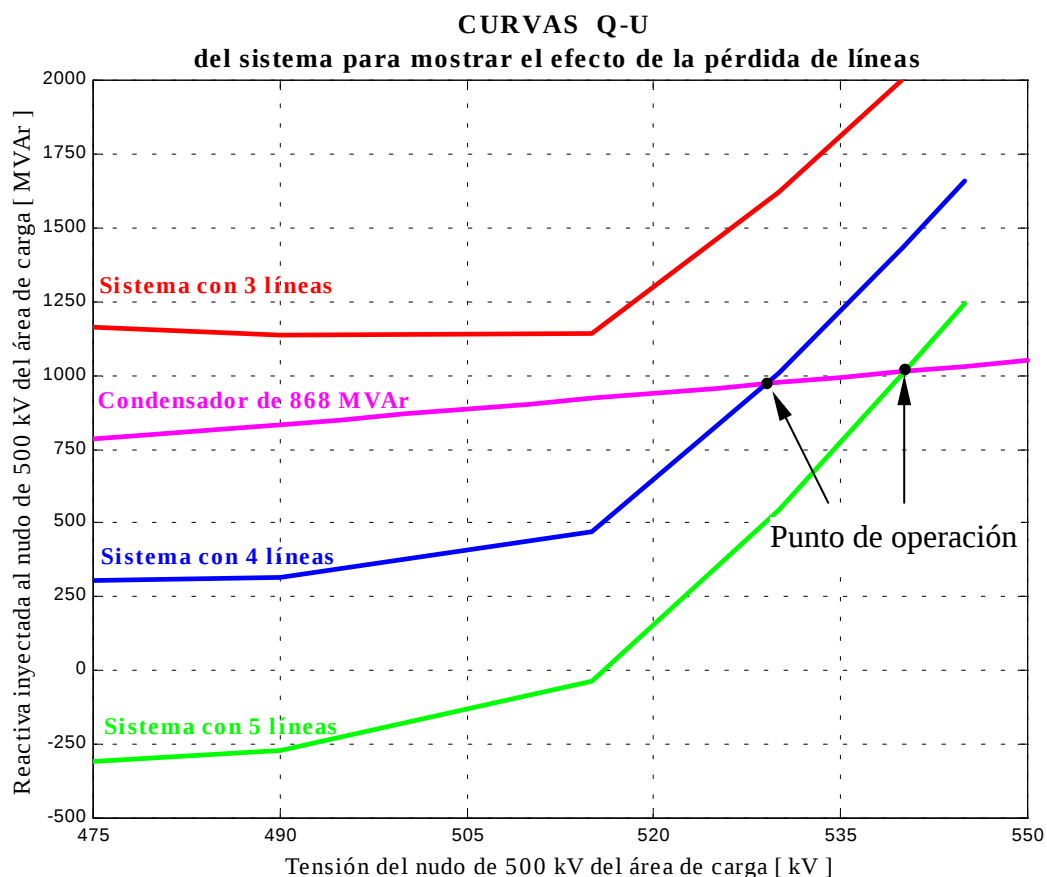

Fig. 7.- Curvas Q-U del sistema que muestran el efecto de la pérdida de líneas.
En la Fig. 7 se muestra gráficamente los resultados obtenidos en el capítulo 4 para el análisis del caso E, donde se muestra el efecto de la pérdida de líneas, observándose que el sistema sólo es estable cuando trabaja con 5 o con 4 líneas.
- La pérdida de líneas es una variable importante en el mantenimiento de la estabilidad de tensión del sistema tal como se observa en la Fig. 7, puesto que el sistema es capaz de mantenerse estable sólo con la pérdida de una línea, pues para el caso de 3 líneas pérdidas ya no existe intersección entre las curvas.